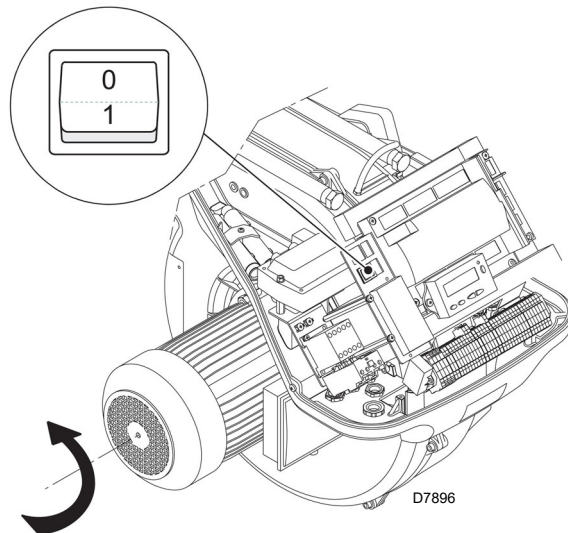

Рис. 28
Закрыть термостаты/реле давления и установить выключатель Рис. 28 в положение "1".
Как только горелка включится, встаньте напротив охлаждающей внутренней крыльчатки двигателя вентилятора и проверьте, что она вращается против часовой стрелки. См. Рис. 28.
- установите выключатель Рис. 28 в положение "0" и подождите пока приборы произведут фазу гашения;
Горелка в состоянии ожидания запроса на нагревание или многопозиционный переключатель "0-1" (Рис. 28 стр. 34) на Рис. в положении "0".
Выключатель “0-1” (Рис. 28 стр. 34) не производит немедленной остановки горелки, а начинает фазу гашения.